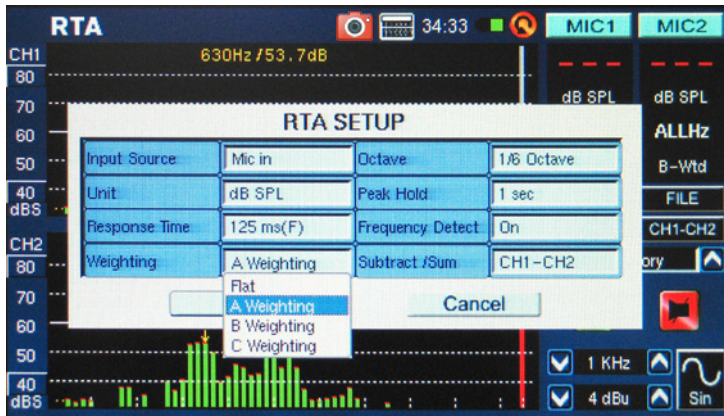

figure 20
- 設定メニューで、最適なウェイト<Weighting>を設定します。(図20)